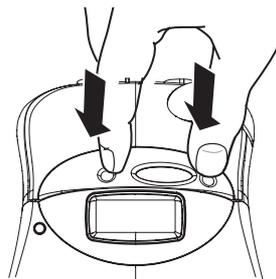

Figura 3
1. Premere e rilasciare il coperchio della cassetta nastro per aprire il vano nastro. Vedere Figura 3.